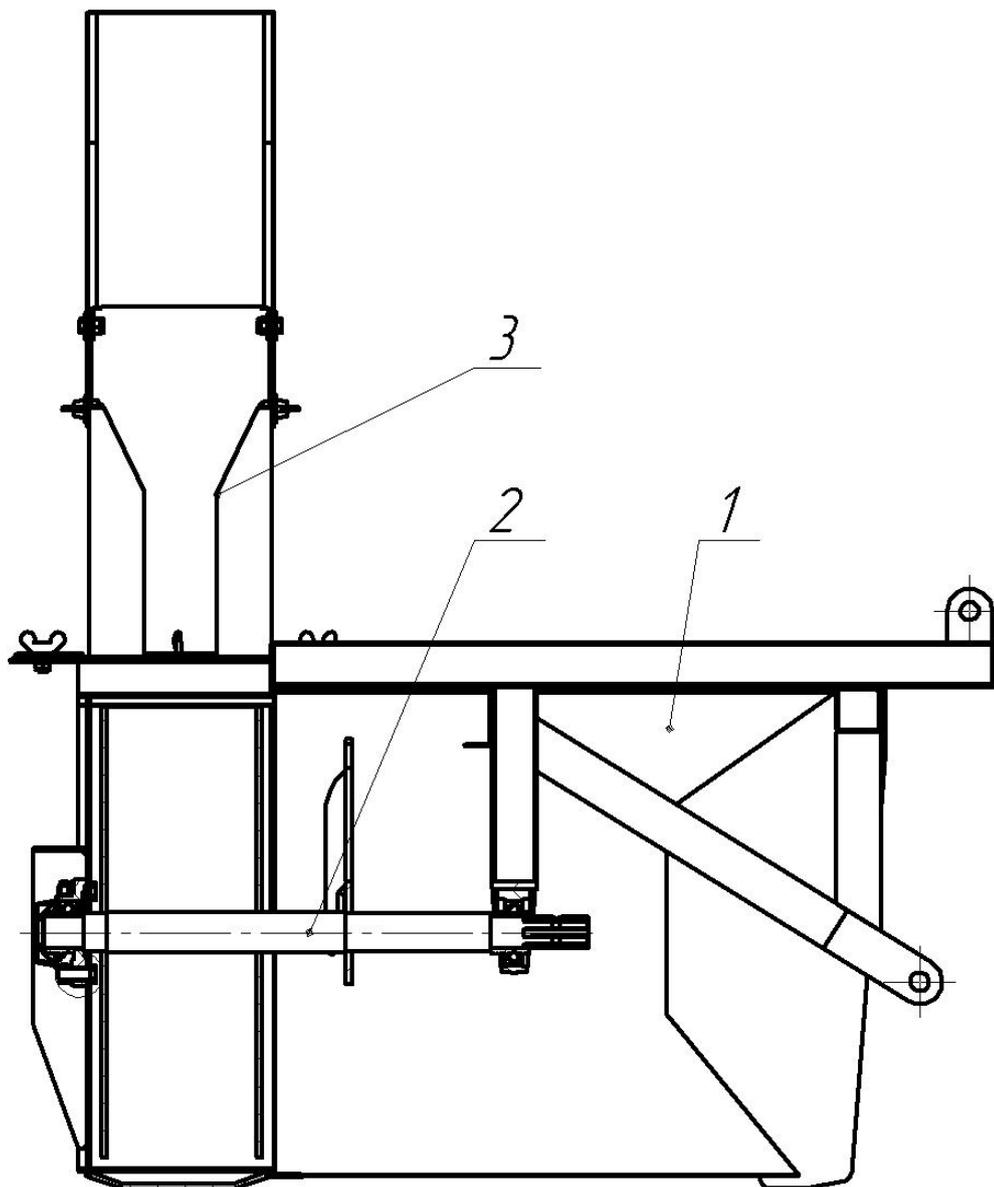

Рис.1.
Снегоочиститель состоит из следующих основных составных частей (рис.1):
5.2. Для удобства транспортировки возможно снятие сопла 3 (рис.1).